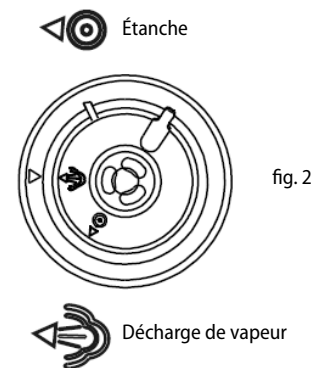

fig. 2
3. Préparer le couvercle de pression (2), voir Fig. 2.
- Tirer sur le crochet métallique situé sous le couvercle pour retirer le couvercle de protection sur lequel est fixé le joint (4). Le joint (4) peut être retiré et nettoyé. Assurez-vous que le joint (4) n'est pas endommagé ou déchiré. En cas de dommage, un remplacement est nécessaire. Assurez-vous que la soupape à flotteur (3) est propre et il est possible de le manipuler librement.
4. Saisir le couvercle de pression (2), tourner la poignée dans le sens des aiguilles d'une montre et soulever le couvercle verticalement vers le haut.
5. Retirer le récipient intérieur (8). Le volume total des aliments et de l'eau ne doit pas dépasser les 2/3 du volume du récipient intérieur.
6. Assurez-vous que la surface intérieure du corps de l'appareil (9) est sèche pour placer le récipient intérieur (8) dans le corps de l'appareil (9).
7. Monter le couvercle de pression (2), tourner dans le sens inverse des aiguilles d'une montre jusqu'à entendre un clic. À ce moment-là, le couvercle est correctement mis en place.
8. Veuillez noter que la soupape de pression (1) doit être libre pour que le cuiseur fonctionne correctement.